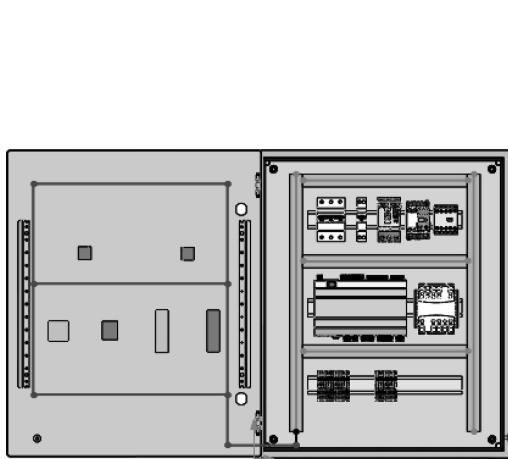

图 14-8 前视图
**步骤9 前视图** 单击【前视图】完成草图，如图14-8所示。